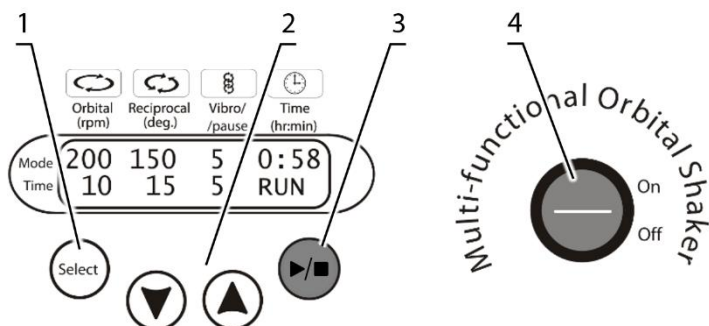

Рисунок 3. Панель управления модели PSU-20i
6.1. Подключите внешний блок питания к сети. Переведите переключатель питания **Power** в положение **On** (включено, рис. 3/6).
6.4. Нажмите кнопку ►/■ (рис. 3/5) для начала программы. Платформа придёт в движение, на дисплее показывается индикация RUN (рис. 3/2) и меняющиеся значения таймеров.
6.6. Если время работы не установлено или сброшено и индикатор времени на дисплее показывает OFF (рис. 3/1), при нажатии кнопки ►/■ прибор начинает вращение до тех пор, пока не будет нажата повторно кнопка ►/■.
7.3. Нажмите кнопку **Select** (рис. 3/3) для выбора изменяемого параметра. Каждое нажатие кнопки **Select** последовательно выбирает параметры. Выбранный параметр мигает. Используя кнопки **▼** и **▲** (рис. 3/4), установите необходимое значение выбранного параметра. Долгое нажатие на кнопку ускоряет смену значений.
7.7. Таймер (рис. 3/1) управляет общей продолжительностью программы. Время устанавливается от 1 минуты до 96 часов (шаг установки 1 минута).